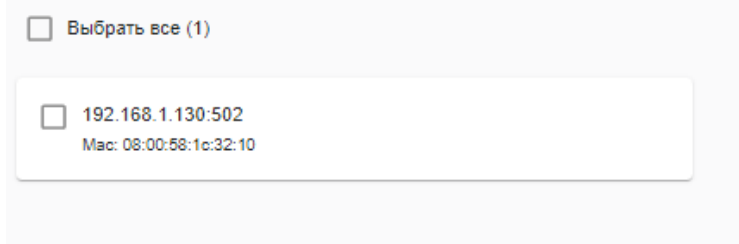

Рисунок 13. Отображение добавленного модуля.
4. После всех произведенных действий в левой стороне появится модуль (см. Рисунок 13).